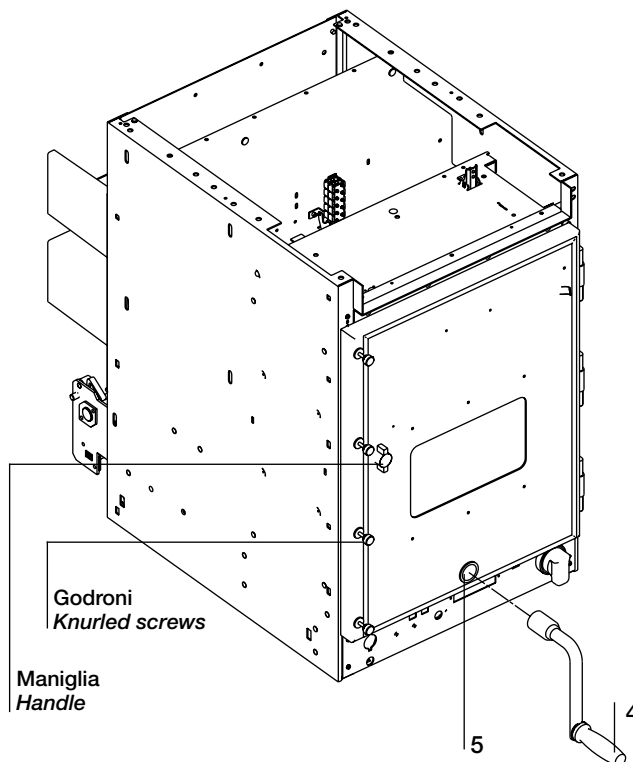
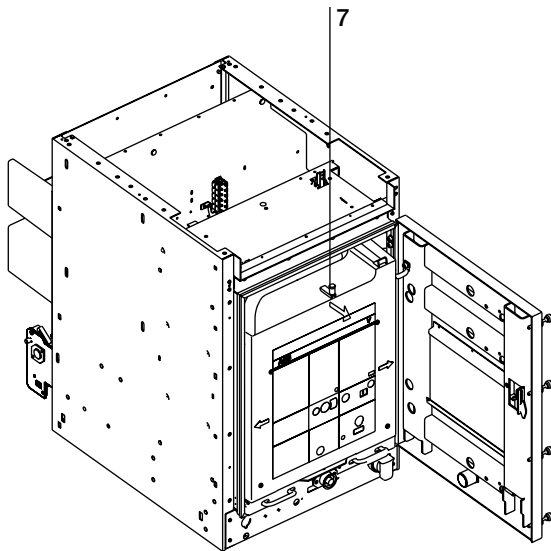
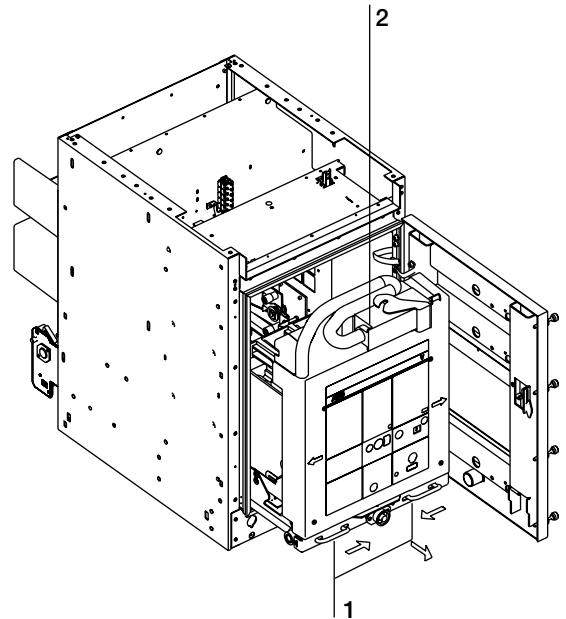

Fig. 10
Fig. 11
Fig. 12
(3) *Passaggio dalla posizione di "sezionato in prova" a quello di "inserito" (fig. 10)*
- Inserire a fondo la leva (4) nel corrispondente innesto (5) sulla porta e ruotarla (in senso orario) finché il contattore è completamente inserito.
(3) *Passing from the "isolated for test" position to the "connected" position (fig. 10)*
- fully insert the lever (4) in the corresponding coupling (5) on the door and turn it (clockwise) until the contactor is fully connected.
(1) *Passaggio dalla posizione di "inserito" a quella di "sezionato in prova" (fig. 10)*
- inserire a fondo la leva (4) nel corrispondente innesto (5) sulla porta del contenitore e ruotarla (in senso antiorario) finché il contattore si arresta.
Lo sforzo normale applicabile alla leva (4) (fig. 10) è 260 N. In ogni caso lo sforzo massimo applicabile è 400 N.
(1) *Passing from the "connected" position to the "isolated for test" position (fig. 10)*
- fully insert lever (4) into the corresponding coupling (5) on the door of the enclosure and turn it (anticlockwise) until the contactor stops.
The normal force applied to the lever (4) (fig. 10) is 260 Nm. In any case, the maximum force which can be applied is 400 N.
- (2) *Passaggio dalla posizione di "sezionato in prova" a quella di "sezionato" (sconnessione degli ausiliari)*
- estrarre manualmente il connettore mobile (2) dal corrispondente fisso e posizionarlo come in fig. 12 sul piolo (7) di fig. 11.
- (3) *Passaggio dalla posizione di "sezionato" a "estratto" (fig. 12)*
- spostare contemporaneamente le due maniglie (1) verso l'asse mediano del contattore e contemporaneamente estrarre il contattore dal contenitore sistemandolo sull'apposito carrello.
- (2) *Passing from the "isolated for test" position to the "isolated" position (disconnection of the auxiliaries)*
- manually remove the mobile connector (2) from the corresponding fixed one and position it as shown in fig. 12 on the latch (7) of fig. 11.
- (3) *Passing from the "isolated" position to the "withdrawn" position (fig. 12)*
- move the two handles (1) simultaneously towards the median axis of the contactor and, at the same time, withdraw the contactor from the enclosure, placing it on the special truck.